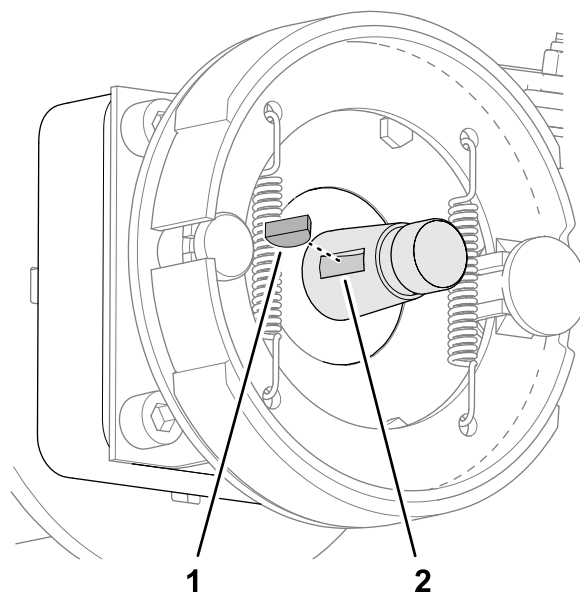

図 69
2. ホイールモータのシャフトに半月キーを取り付ける図 69。